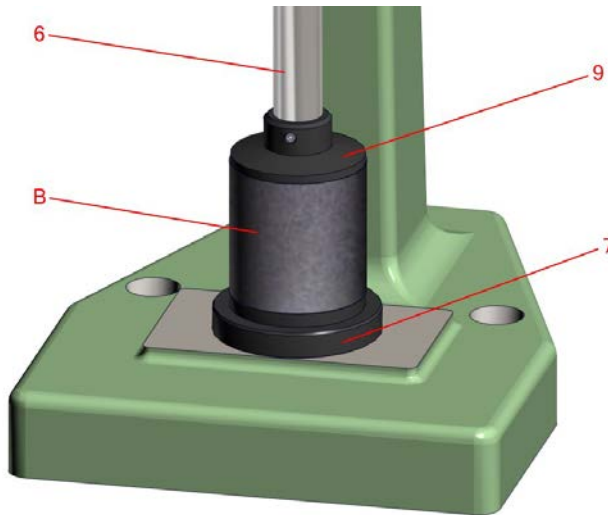
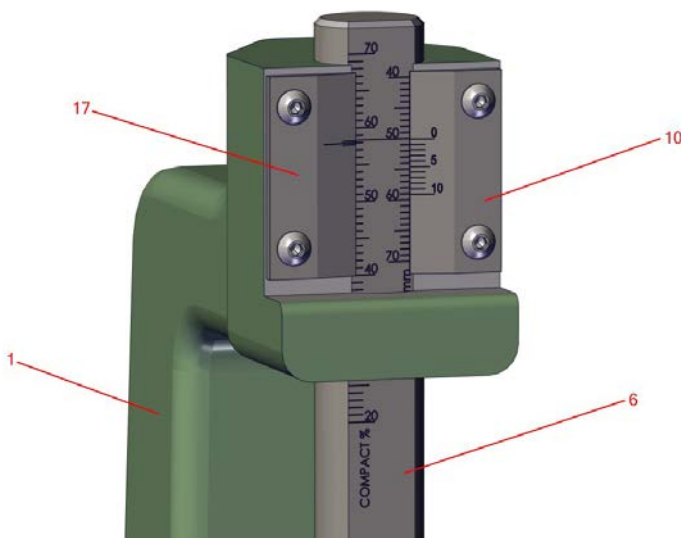

Figure 5 : Éprouvette en acier (Lettre B) insérée entre le pied de compactage (N°9) et le socle du tube (N°7) sur le damoir de sable.
Figure 6 : Aligement parfait du vernier d'un damoir de sable métrique avec une éprouvette métrique de 50 mm.
1. Insérez le socle (Figure 5, N°7) dans le support de socle sur la base du cadre du damoir (Figure 1, Lettre A).
2. Placez le cylindre métrique (50 mm x 50 mm) ou AFS (2" x 2") en acier, (figure 5, élément B) [fourni dans le kit d'étalonnage] sur ledit socle (Figure 5, N°7).
3. Tournez doucement la came auxiliaire (Figure 1, N°2) afin de faire descendre la tige principale (Figure 1, N°6) et le pied de compactage (Figure 1, N°9) sur l'éprouvette en acier (Figure 5, Lettre B). Vérifiez que le pied de compactage est bien en contact avec la face supérieure de l'éprouvette en acier (voir Figure 5).
4. Le zéro du vernier de hauteur droite (Figure 2 ou 3, N°10) doit correspondre à la ligne 50 mm (métrique) ou 2" (AFS) de l'échelle de hauteur d'éprouvette. La ligne 50 mm (métrique) ou 2" (AFS) doit également correspondre à la marque de tolérance 50 mm (métrique) ou 2" (AFS) sur le vernier gauche correspondant (Figure 2 ou 3, N°17), comme illustré en Figure 6. Si ce n'est pas le cas, vérifiez que le pied de compactage (Figure 5, N°9) est bien vissé jusqu'au bout sur la tige. Ne réglez pas les échelles vernier (Figure 1, N° 17 et N°10) – ces dernières ont été ajustées de façon semi-permanente par le fabricant. Si l'ensemble des contrôles effectués (dont l'élimination des résidus de sable ou des débris) ne permet pas de résoudre le problème que vous rencontrez, contactez Simpson afin d'obtenir un support technique.